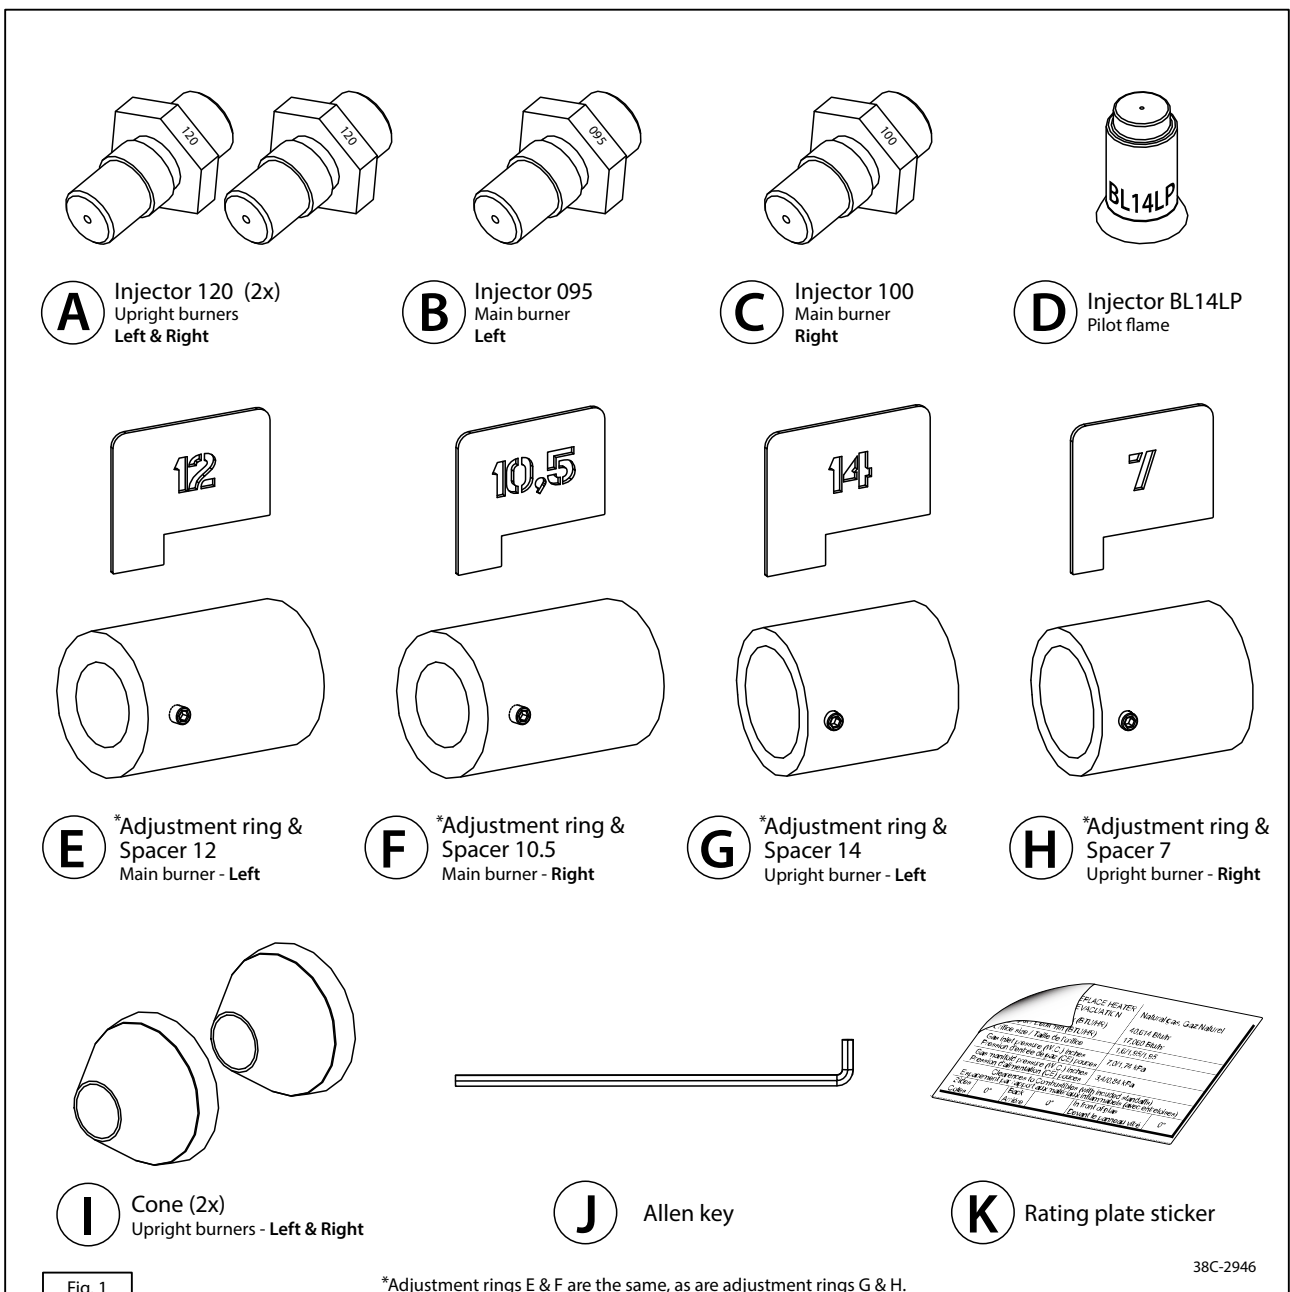

Fig. 1
Les nouveaux injecteurs sont fournis dans le kit de conversion. Il est important que le bon injecteur soit installé dans le bon brûleur. Utilisez les injecteurs A (2x), B et C des figures 1 et 4.
- Remplacez les anciens injecteurs par les nouveaux provenant du kit de conversion (étape 2). Veillez à ce qu'ils soient de la bonne taille! (voir la figure 1).
- Remplacez l'ancien injecteur par le nouveau provenant du kit de conversion (étape 5). Veillez à ce qu'il soit de la bonne taille! (voir la figure 1).
Le nouvel injecteur pour la veilleuse est fourni dans le kit de conversion. Pour ce faire, utilisez l'injecteur D des figures 1 et 5.